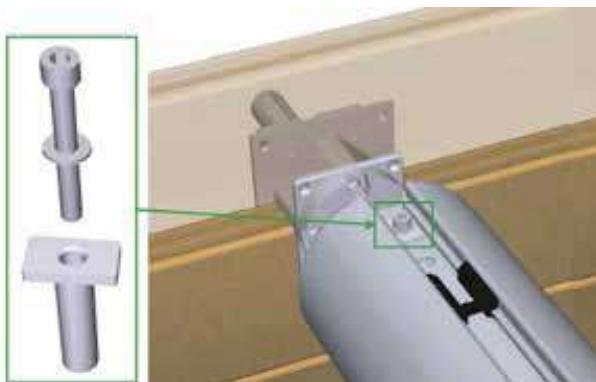

Figura 42 – Bloccaggio dell'albero nell'asse di copertura automatico
Bloccare l'albero nell'asse (*Figura 42*) con una cannula di plastica, una rondella di 8 mm di diametro e una vite a testa cilindrica a 6 lati 8 × 65 in acciaio inox A4 (fornita con l'asse di copertura automatico).
Le fasi di montaggio della trave sono illustrate nella *Figura 42*. La viteria necessaria per questo montaggio si trova nel sacchetto Y. In questa figura, la parete di legno si trova tra le parti 7 e 8, e il liner si trova tra le due guarnizioni (7) in gomma.